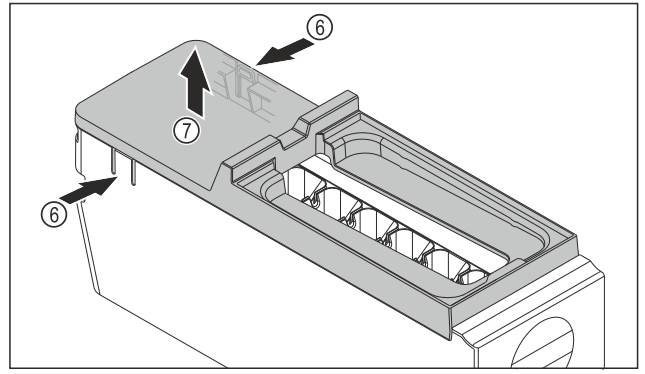

Fig. 106
- ▶ Vegye le az EasyTwist-Ice egység testének fedelét: Nyomja meg az egyik kezével a fület Fig. 106 (6) az EasyTwist-Ice egység testének mindkét oldalán.
- ▶ Vegye ki a fedelet Fig. 106 (7) a másik kezével felfelé.